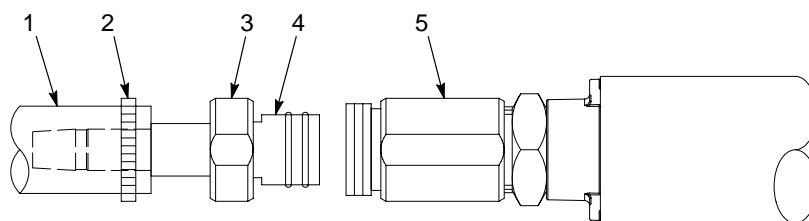

Figura 3-4 Instalação da mangueira de alimentação de pó
1. Consulte a figura 3-4. Desenrosque a porca (3) do conector da mangueira e retire a porca, e o conector estriado (4) da mangueira, do corpo (5) do conector da mangueira. Deixe a porca instalada no conector estriado da mangueira.
2. Deslize a braçadeira (2) da mangueira fornecido na mangueira de alimentação de pó (1).